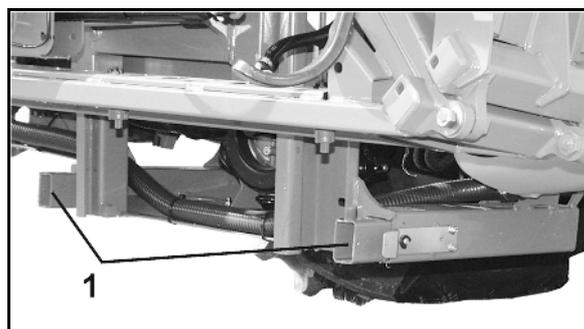

Bild 37
- Efter tillkopplingen av maskinen ska stödbenen skjutas in (Bild 37/1) sedan låsspärren lossats.